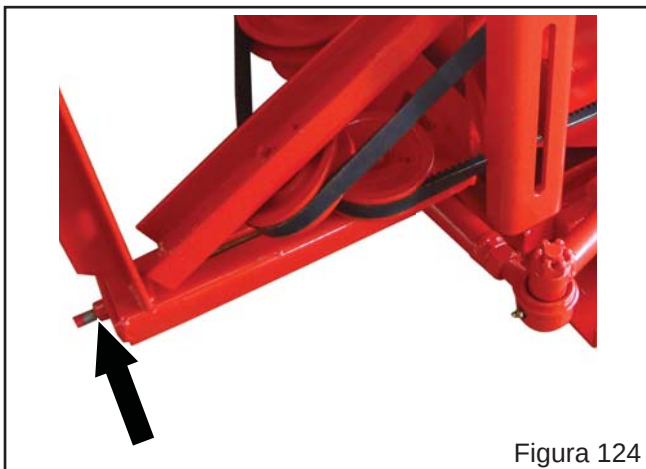

Figura 124
- g) Através do esticador regule a tensão da correia, e aperte a porca do esticador na posição ideal da tensão da correia (Figura 124).